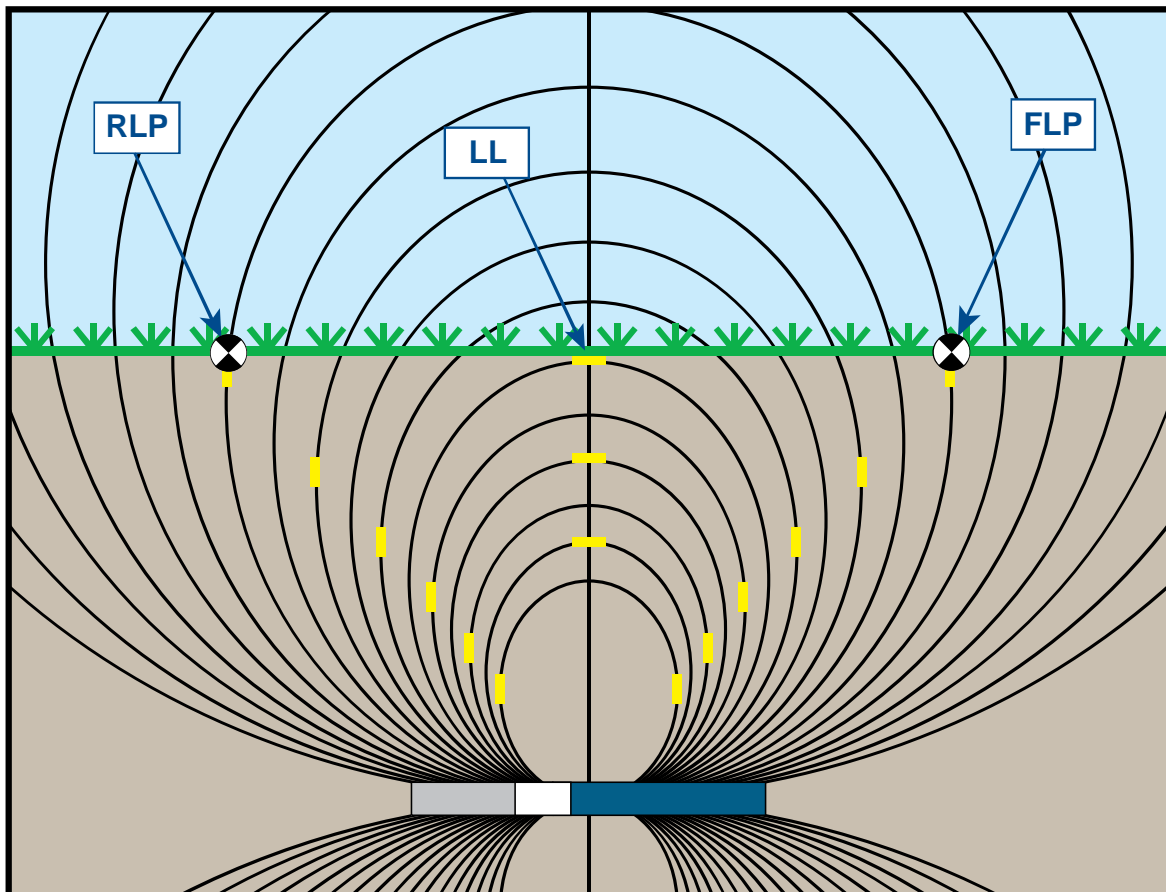

Figura B1. Câmpul de flux și geometria FLP, RLP, și LL (vedere din lateral)
Câmpul de semnal emis de emițător, după cum se arată în figura B1, constă dintr-un set de semnale eliptice sau linii de flux. Liniile de flux indică poziția emițătorului. Când emițătorul este la nivel cu solul, veți constata că linia de localizare (LL) se află direct deasupra emițătorului, iar adâncimea afișată de receptor este adâncimea reală. Veți descoperi de asemenea că punctele de localizare (FLP și RLP) se află la distanțe egale de emițător. Locația LL se află la intersecția solului cu componenta orizontală a câmpului de flux, iar FLP și RLP se află acolo unde componentele verticale ale câmpului de flux se intersectează cu solul. O parte dintre componentele orizontale și verticale sunt identificate în figura B1 prin linii scurte și galbene.